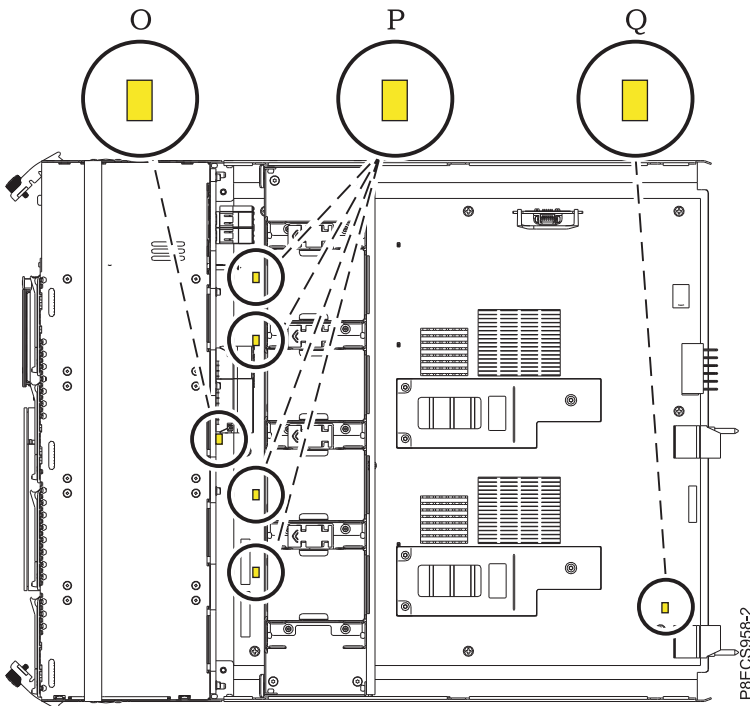

Figura 11. LED de indicador de servicio
11. Busque el LED ámbar (O) de la placa posterior de la unidad de disco. Consulte la Figura 11.